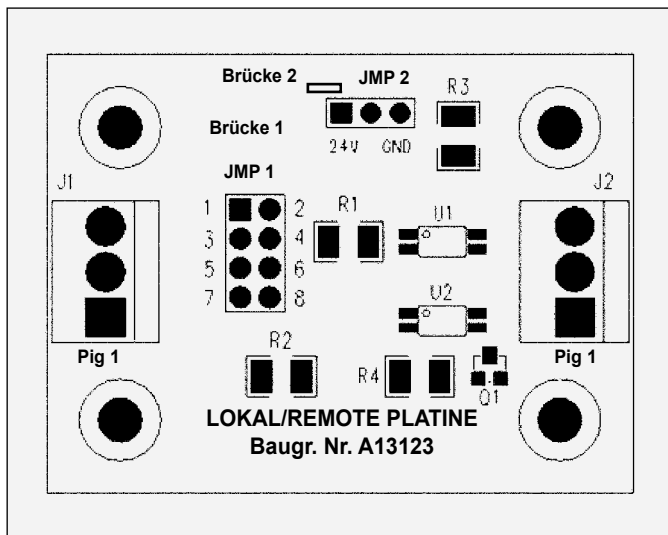

Abbildung 15: Steckbrücken der Platine Lokal/Remote
6. Auf der Platine Lokal/Remote (Baugr. Nr. A13123), müssen Brücken, basierend auf dem gewünschten Eingangstyp, auf eine der zwei Einstellungen REMOTE konfiguriert werden, um den Betrieb im Modus REMOTE zu ermöglichen. Die Lage der Brücken auf der Platine ist in Abbildung 15 dargestellt. Verwenden Sie die Brücken-Einstelltabelle für den Modus REMOTE, um die für Ihren spezifischen Eingang geeigneten Brückeneinstellungen herauszufinden.